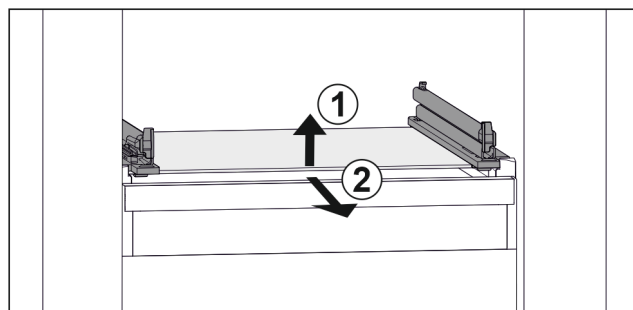

Fig. 88 Příklad znázornění skleněné desky
- ▶ Nadzvedněte skleněnou desku vpředu. Fig. 88 (1)
- ▶ Vyjměte skleněnou desku dopředu. Fig. 88 (2)